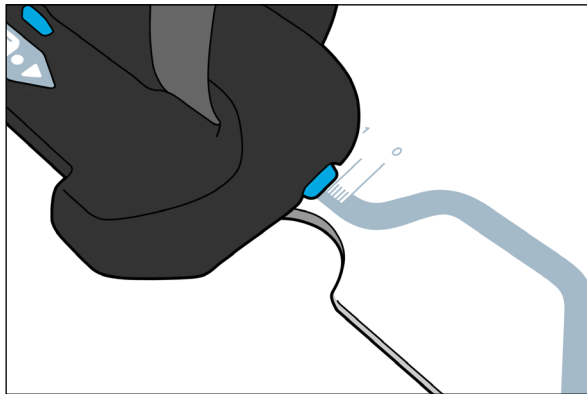

Fig. 12
9. Registrare le posizioni del morsetto e della scala della cinghia (Fig. 12 e 13).